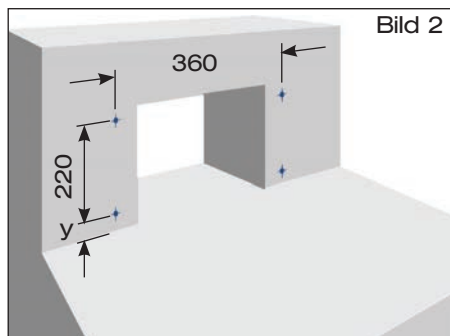

Bild 2
1.2 Bohrungen \varnothing 10 mm für Schiebeflansch erstellen (Bild 2).